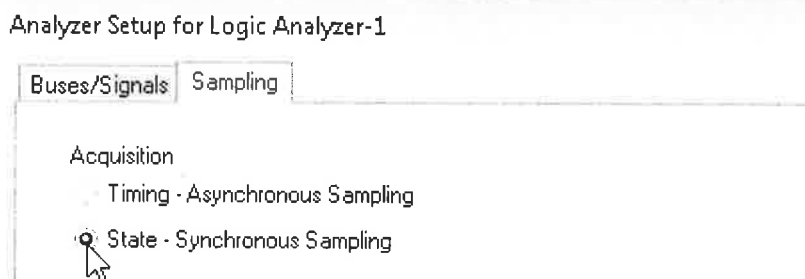

Рисунок 9
- Перейти на вкладку Sampling, выбрать режим State - Synchronous Sampling (рис.9).